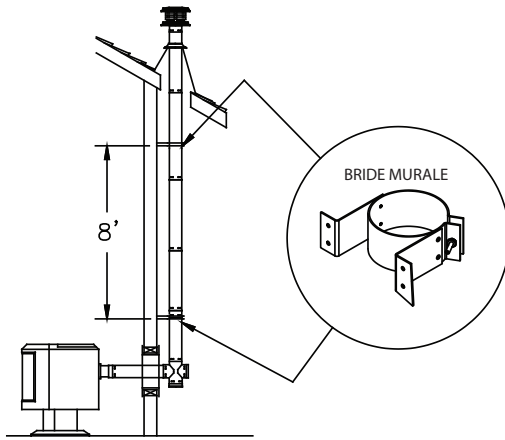

Figure 15
D. Poser une bride murale juste au-dessus du té. Des brides murales doivent être placées tous les 2,40 m (8 pieds) le long d'un conduit vertical extérieur (**Figure 15**). Si votre conduit vertical extérieur se termine à l'horizontale avant de pénétrer dans la ligne de toit, installer au moins